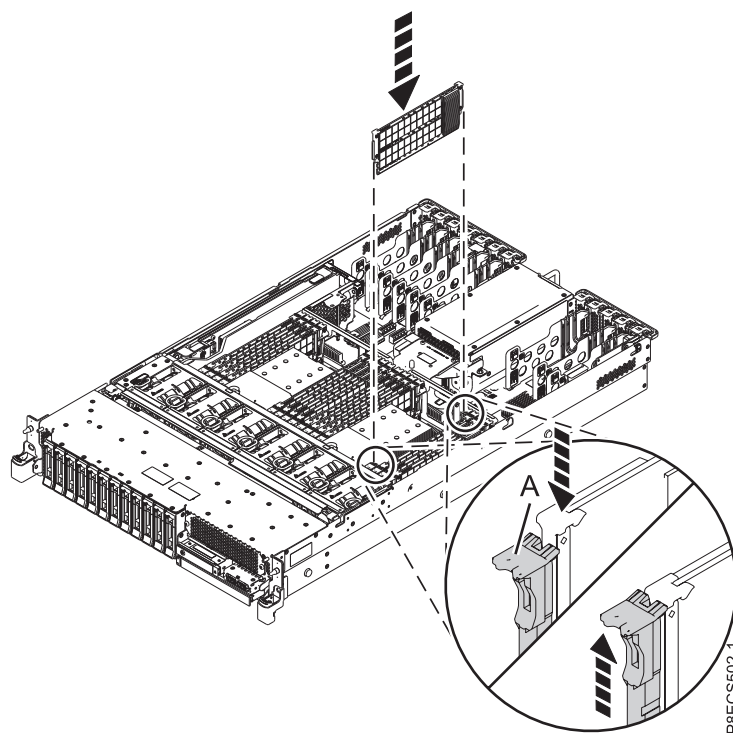

図 8. 5148-21L、5148-22L、 8247-21L、8247-22L、8284-21A、または 8284-22A システムでのメモリー・モジュールの取り付けまたは取り替え
5. 固定タブ (A) が所定の場所に収まるまで、メモリー・モジュールをスロットにしっかりと押し込みます。 15 ページの図 8を参照してください。